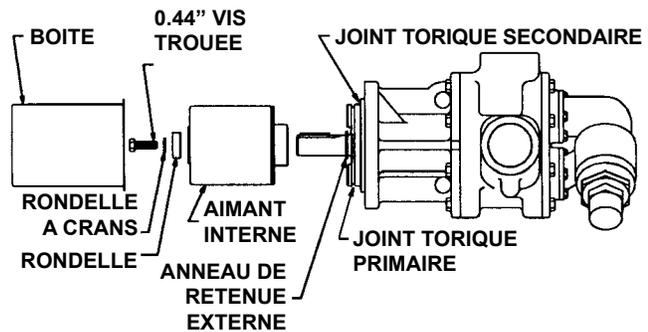

FIGURE 16
1. Vérifiez qu'aucun objet métallique ne soit attaché aux aimants. Retirez les corps étrangers. Installez l'anneau de retenue externe et la clé sur l'arbre de la pompe. Glissez l'aimant interne sur l'arbre pour qu'il bute contre l'anneau de retenue. Installez la rondelle, la rondelle à crans et les vis afin de fixer l'aimant (**Voir Figure 16**). Insérez une barre de cuivre entre deux dents du rotor par un orifice et serrez les vis.